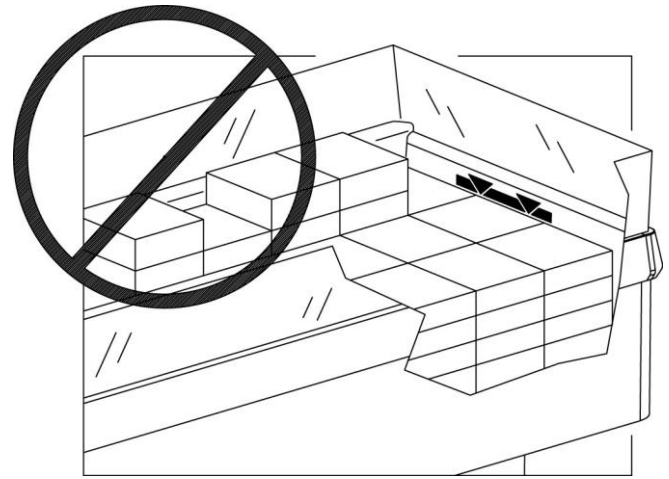

FIG. 12
- Non ostruire le feritoie di distribuzione del freddo che garantiscono il corretto flusso dell'aria (FIG. 12 pag. 6).